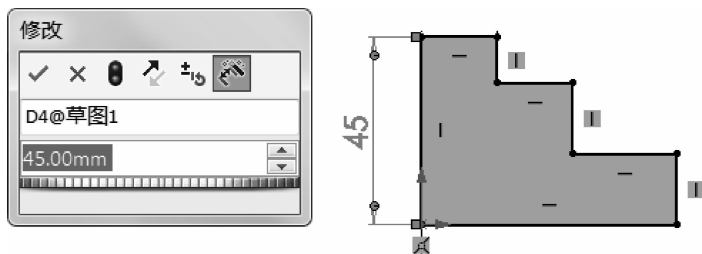

图 1-26 在微调框中输入“60mm”
- (4) 标注尺寸。
- ① 单击【智能尺寸】按钮,完成某个尺寸标注(如“45”)的同时弹出【修改】对话框。
- ② 在微调框中输入“60mm”(见图 1-26),单击✓按钮,完成尺寸的修改。按同样方法标注并修改其他尺寸,最终完成的草图如图 1-27 所示。